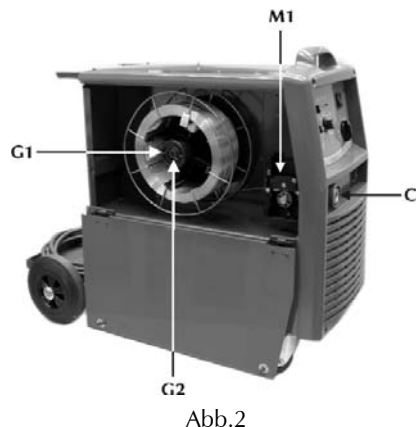

Abb.2
- a) Den MIG-Brenner mit dem Anschluss (C1 Abb.2) verbinden, dabei besonders genau beachten, dass die Befestigungsnutmutter fest angeschraubt ist.
- d) Die Nutmutter (G1 Abb.2) vom Spulenhalter abschrauben und die Spule so einsetzen, dass sie sich gegen den Uhrzeigersinn dreht, wenn am äußeren Drahtende gezogen wird. Auch den Zapfen des Halters in seinen Sitz gehen lassen, die Nutmutter (G1 Abb.2) wieder wie vorher anbringen und die Friktionsschraube regulieren (G2 Abb.2).
- e) Das Zuglager des Getriebemotors (M1 Abb.2) entriegeln und das Drahtende in die Drahtführungsbuchse stecken und auf der Rolle bis zum Brenneranschluss führen. Das Zuglager blockieren und kontrollieren, ob sich der Draht in der Rille der Rollen befindet.